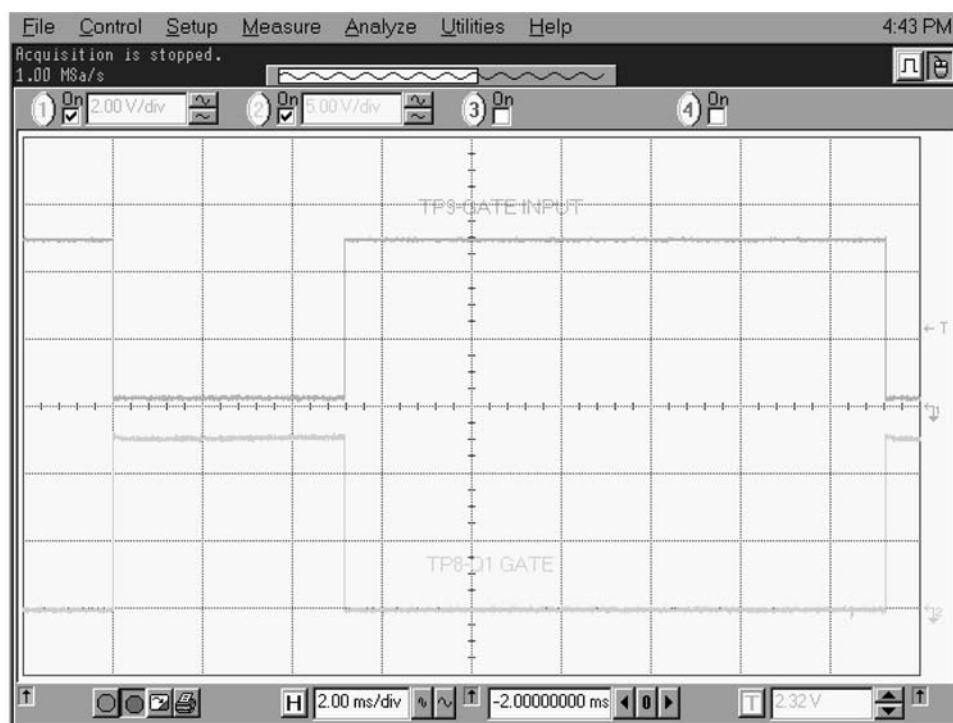

图 5.39 - 选通脉冲
18. 检验 TP9 和 TP8 处的信号是否如图 5.39 所示。